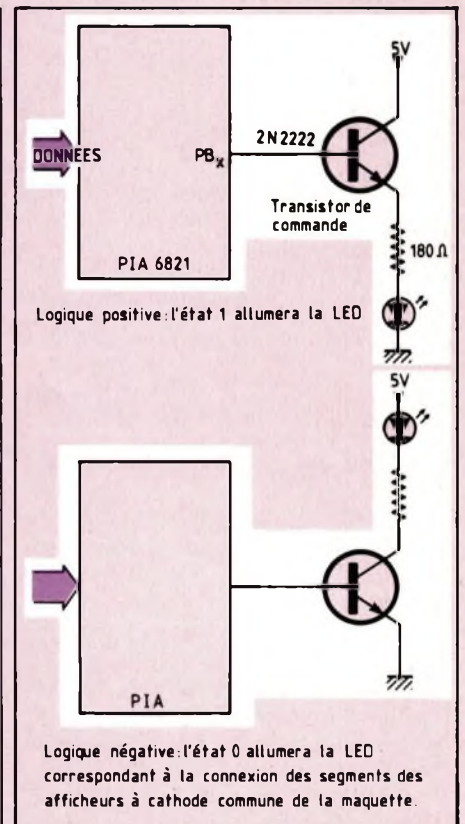

Fig 7. Circuits LED
- Affichage sur une led (fig. 7)